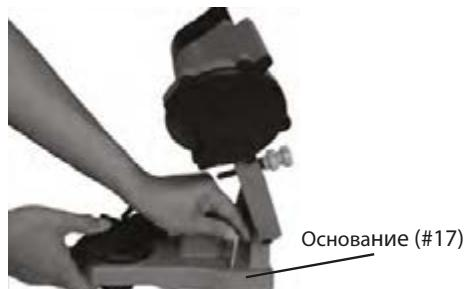

Рис. 4
- Прикрутите станок болтами (не входят в комплект) к верстаку через два отверстия в основании (#17) размером 1/4". Верстак должен иметь прочную поверхность, способную выдержать вес данного устройства, заготовки и различных инструментов. См. Рис. 4.